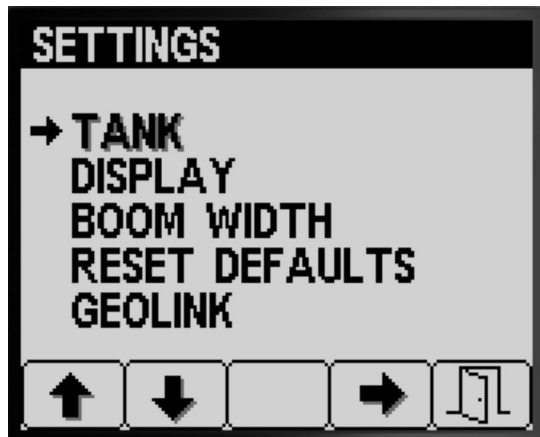

Figura 11
1. Prima o botão 1 ou 2 para navegar para a opção DEPÓSITO (Figura 11).
2. Prima o botão 4 para seleccionar o submenu DEPÓSITO (Figura 11).